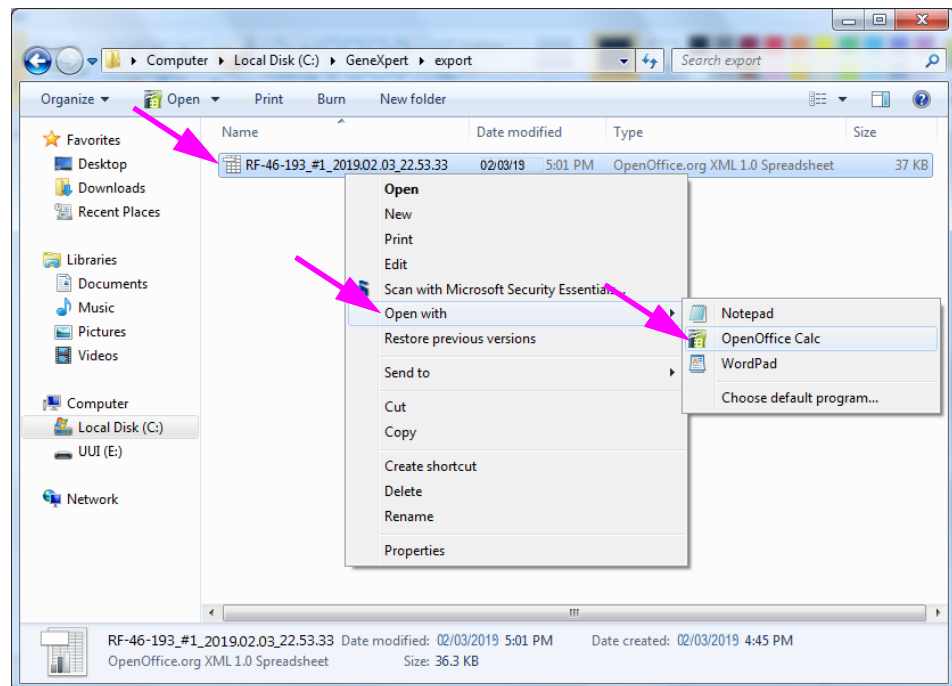

Figura 5-63. Apertura de un archivo .csv para configurar AOO (ejemplo)
1. En la carpeta GeneXpert de su sistema, vaya a la carpeta **Export**. Haga clic con el botón derecho en el archivo .csv que desee abrir. Cuando aparezca el menú desplegable, haga clic en **Open with (Abrir con)** y seleccione **OpenOffice Calc**. Consulte la figura 5-63.